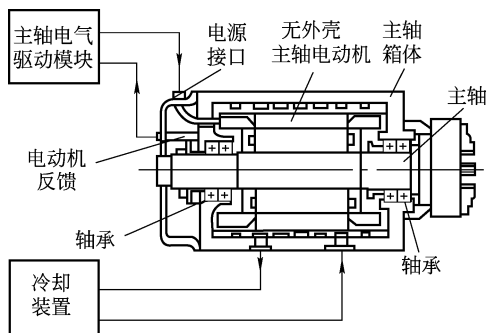

图 1-3 电主轴的结构
1) 电主轴结构。高速电主轴的结构图如图 1-3。电主轴交流伺服电动机的转子套装在机床主轴上,电动机定子安装在主轴单元的壳体中,采用自来水或油冷循环系统,使主轴在高速旋转时保持恒定的温度。电主轴的基本参数有套筒直径、最高转速、输出功率、转矩等,其中套筒直径为电主轴的主要参数。目前国内外专业的电主轴制造厂可供应几百种规格的电主轴,其套筒直径从 32mm 到 320mm,转速从 10 000r/min 到 150 000r/min,功率从 0.5kW 到 80kW。